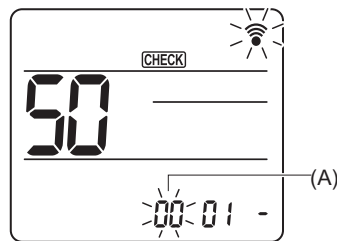

Fig. 6-15
- (2) Configuración del número de unidad
Pulse el botón para seleccionar el número de unidad (A). (Fig. 6-15)